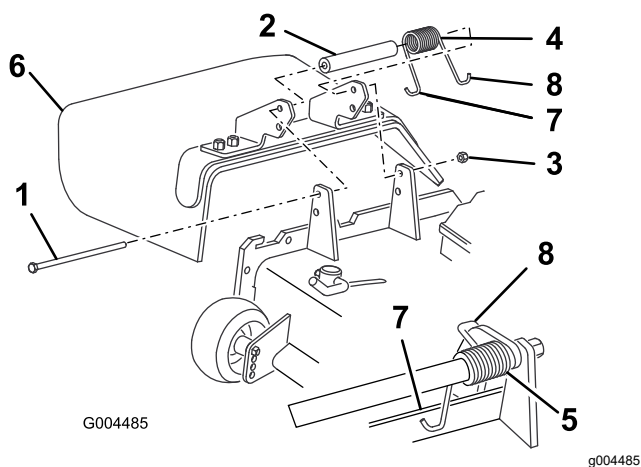

图 36
- 卸下将折流板固定到枢轴支架的锁紧螺母、螺栓、弹簧和隔片图 36。拆下损坏或磨损的草折流板。
注意 确保弹簧的 L 端安装在滚刀组边缘的后面然后按图 36 所示安装螺栓。
- 安装螺栓和螺母。将弹簧的 J 型钩吊钩端放在草折流板旁边图 36。